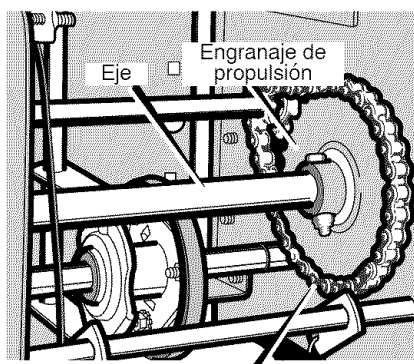

Figura 88
7. Quite los sujetadores que fijan el **engranaje de propulsión al eje** (Figura 88).
16. Instale la llanta izquierda, el **eje** y el **engranaje de propulsión** con los sujetadores que quitó antes. Instale la **cadena** en el **engranaje de propulsión** (Figura 88).